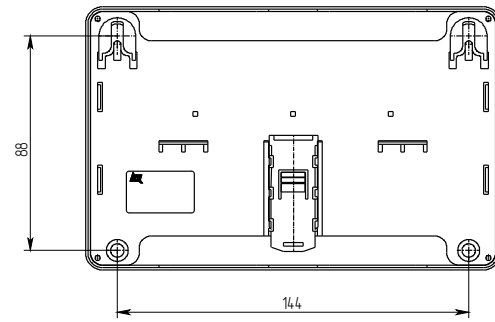

Рисунок 11
- б) смонтировать адресную метку на DIN-рейку или на стену, используя отверстия в основании (Рисунок 11);